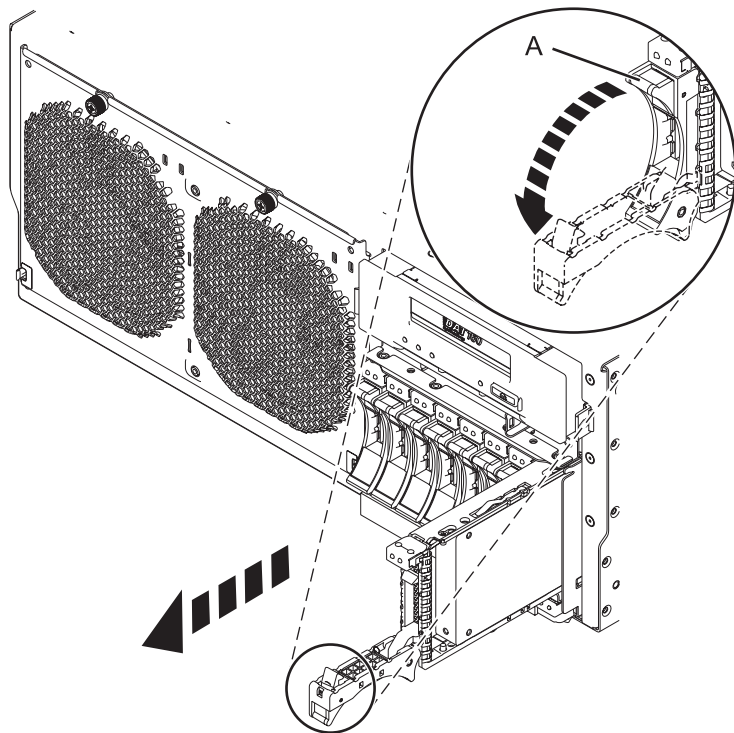

Figure 18. Retrait d'une unité de disque du système
1. Déverrouillez la poignée de l'unité en appuyant dessus et en la tirant vers vous (voir figure 18, à la page 31).